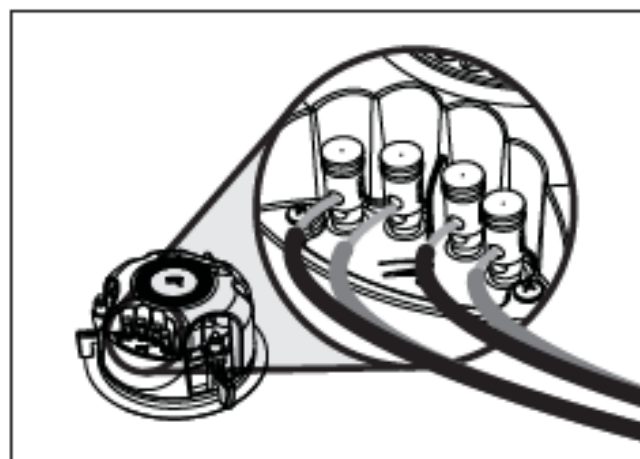

Figure 2. Raccordement du Helos 22 pour une utilisation en stéréo.
- **Helos 22 Stéréo** : raccordez deux ensembles de câbles d'enceinte à partir des canaux de gauche et de droite de votre amplificateur (figure 2).